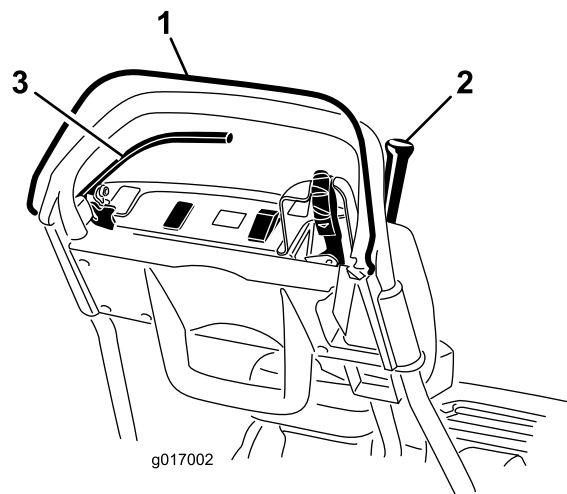

Figura 27
3. Tentate di innestare la leva della trazione con l'OPC rilasciato (Figura 27). La leva della trazione non deve innestarsi.
4. Tenete premuto l'OPC e la leva della trazione innestata per rilasciare l'OPC stesso (Figura 27).
5. Tenete premuto l'OPC e la leva del cambio spostata a sinistra per innestare il comando della trazione e del cilindro e rilasciare l'OPC (Figura 27).
6. Tenete premuto l'OPC e la leva del cambio spostata a sinistra per innestare il comando della trazione e del cilindro, spostate la leva del cambio a destra per disinnestare il comando del cilindro (Figura 27).
2. Tenete premuto l'OPC, la leva della trazione innestata e i comandi del motore in posizione di avviamento (Figura 27).
2. Tenete la leva della trazione disinnestata, il freno di servizio inserito e i comandi del motore in posizione di avviamento (Figura 27).
4. Con il motore acceso, innestate il freno di servizio (non il freno di stazionamento), premete l'OPC e inserite la leva della trazione (Figura 27).
5. Con il motore acceso, innestate il fermo del freno di stazionamento, premete l'OPC e inserite la leva della trazione (Figura 27).